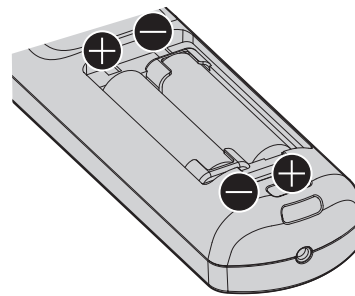

Figura 2
- 2) Introduzca las pilas y cierre la tapa (introduzca primero el lado $\ominus$). (Figura 2)